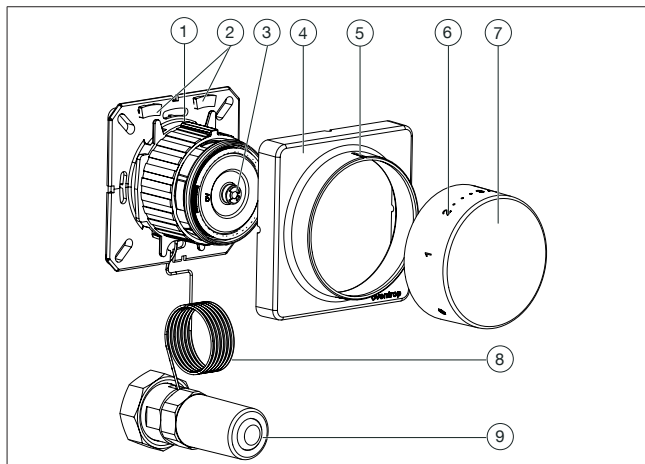

Fig. 1: Configuration de la tête thermostatique « Uni FHU »
Régler la température ambiante souhaitée sur la poignée manuelle (voir Fig. 1 en page 27).
1. Démonter le capot (voir Fig. 1 en page 27 (4)).
1. Démonter le capot (voir Fig. 1 en page 27 (4)). Régler la poignée manuelle sur la valeur souhaitée (voir 3.3 en page 28).
2. Faire sortir les clips de limitation (voir Fig. 1 en page 27 (2)) du support mural et les insérer dans les rainures derrière la poignée manuelle à droite et à gauche de la valeur réglée (ergot de butée).
1. Démontez le capot (voir Fig. 1 en page 27 (4)). Réglez la poignée manuelle sur la valeur inférieure de votre plage de température souhaitée (voir 3.3 en page 28).
2. Faire sortir un des clips de limitation (voir Fig. 1 en page 27 (2)) du support mural et l'insérer dans la rainure à gauche de la valeur inférieure de la plage de température souhaitée. Selon l'exemple : chiffre « 2 ».
4. Faire sortir le deuxième clips de limitation (voir Fig. 1 en page 27 (2)) du support mural et l'insérer dans la rainure à droite de la valeur supérieure de la plage de température souhaitée. Selon l'exemple : chiffre « 3 ».
2. Tournez l'unité de capteur vers la droite (voir Fig. 1 en page 27 (3)) jusqu'en butée.